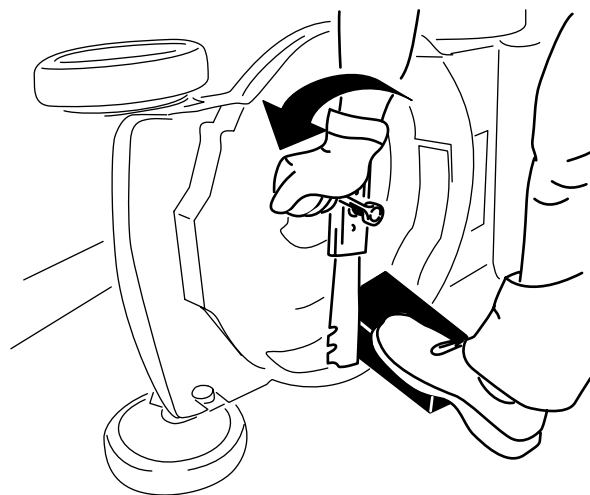

Figure 25
- Immobilisez la lame avec un morceau de bois (Figure 25).
- Déposez la lame mais conservez les fixations (Figure 25).